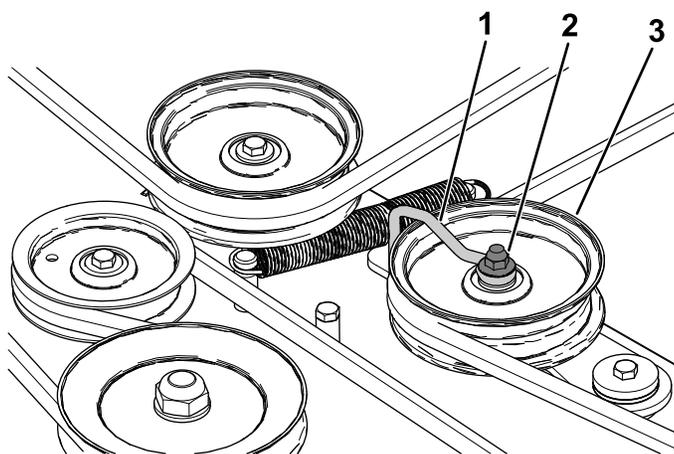

Figura 51
5. Afloje la tuerca que sujeta el soporte de alambre a la polea tensora (Figura 51).
9. Apriete la tuerca que sujeta el soporte de alambre a la polea tensora (Figura 51).
**Nota:** Coloque el soporte de alambre contra el brazo tensor, como se muestra en la Figura 51.